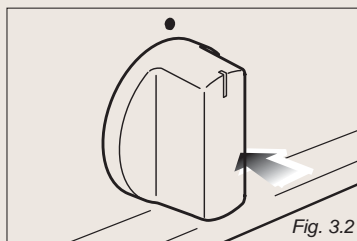

Fig. 3.2
- * Dévisser la vis "**D**" Dévisser la vis "**E**" (fig. 3.2).
* Pour allumer le brûleur, appuyer sur la manette (fig. 3.2) et la faire tourner jusqu'à la position de débit maximum (grande flamme ); puis continuer à appuyer sur la manette jusqu'à ce que l'allumage se fasse.